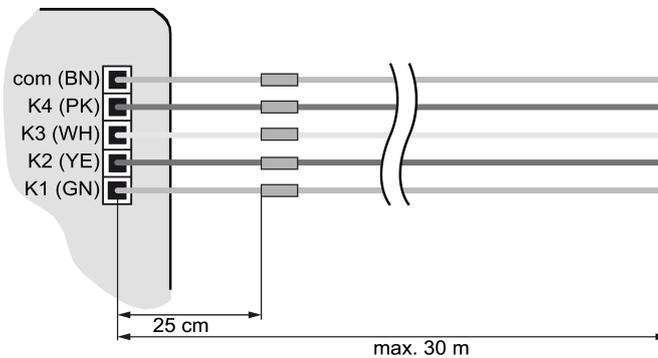

Figura 2: Longitud de línea máxima
- i** En caso de prolongación de los juegos de cables adjuntos (véase figura 2), tener en cuenta la longitud máxima (véase capítulo "Datos técnicos" ▶ Página 10). Es válido lo siguiente: el cable con no debe ser más largo que 30 m en total por juego de cables.